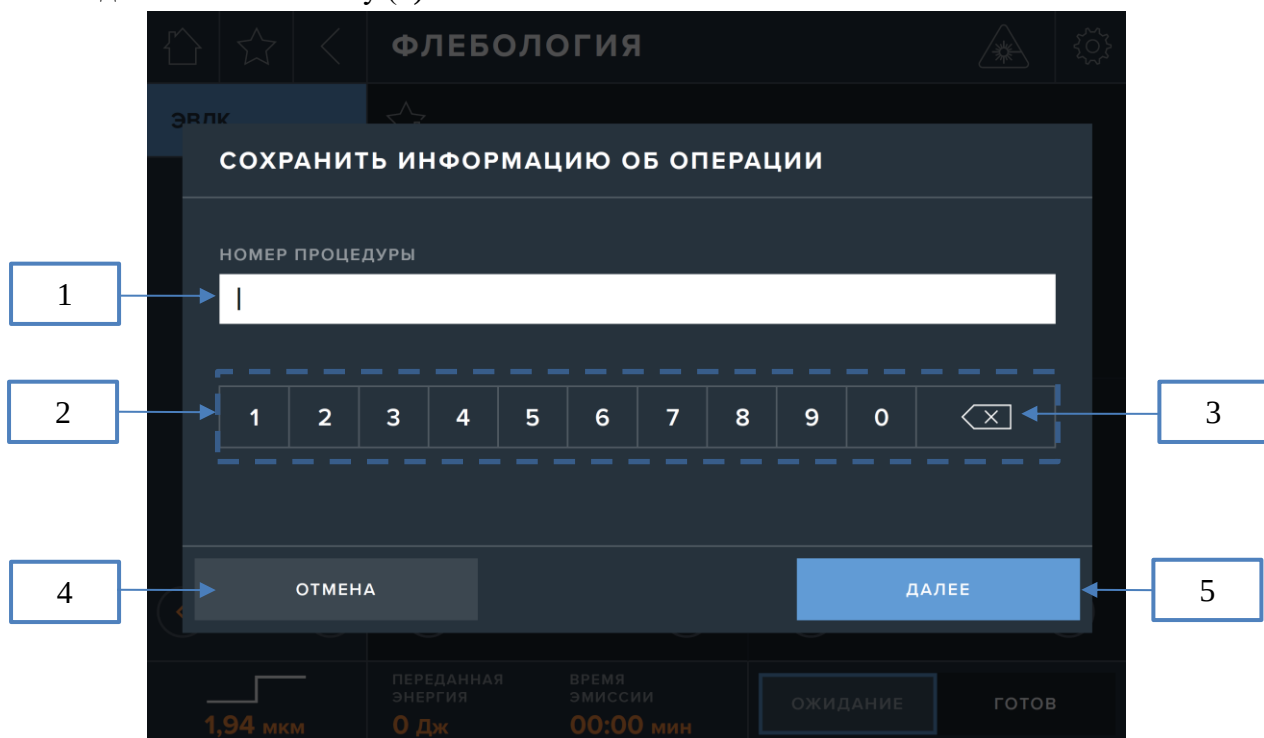

Рис. 23. Экран сохранения информации об операции
В открывшемся окне (рис. 23) необходимо ввести номер процедуры (1) с помощью экранной клавиатуры (2). Для удаления последнего введенного символа необходимо нажать кнопку (3).